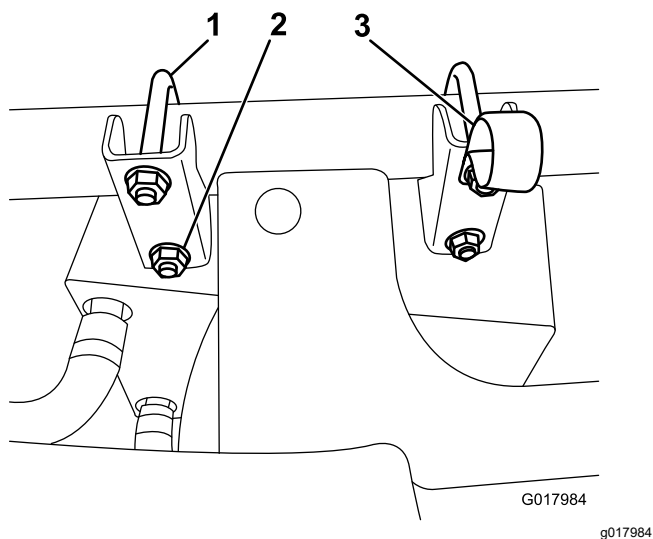

図 4
2. ヒーターとブラケットのアセンブリを、前フレームチューブに取り付けるボルトとフランジナットを使用する 図 4。
3. 車両の中央に最も近い列の上ナットの下に、R クランプを取り付ける 図 4。